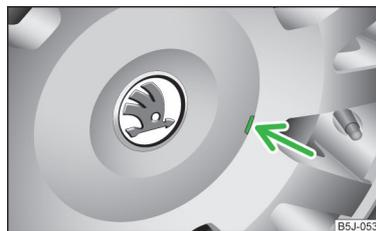

Fig. 140
- Desmontar con cuidado el embellecedor de rueda por medio del estribo de alambre del equipo de herramientas a bordo » fig. 140.